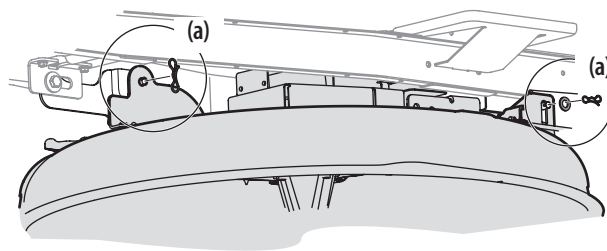

Figura 19
- Extraiga los pasadores de chaveta con unión curva (a) que aún están sujetando la plataforma al montable, como se indica en la Figura 19.
- Asegure la plataforma a los brazos de elevación de la plataforma utilizando dos pasadores de chaveta con unión curva. Consulte la Figura 19.